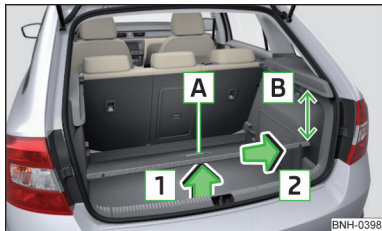

Fig. 112
- › Ridicați podeaua variabilă de mânerul **A** în sensul săgeții **1**, astfel încât zona din spate a acesteia să se afle la aproximativ 15 cm **B** sub marginea măștii » fig. 112.
- › Prindeți podeaua variabilă de mânerul **A** » fig. 112.
La scoaterea/introducerea podelei variabile, se va respecta distanța de 15 cm **B** » fig. 112 față de marginea măștii - nerespectarea ei poate duce la deteriorarea garniturii capotei portbagajului.